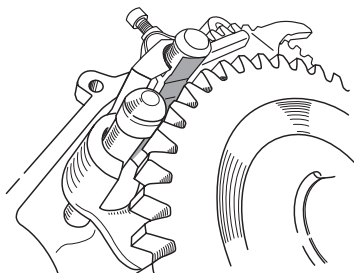

Рис. 6
4. Доработайте вилки включения переднего моста и прямой и пониженной передач (**Рис. 6**). Зазор между промвалом и вилками должен быть в районе 2-3 мм.